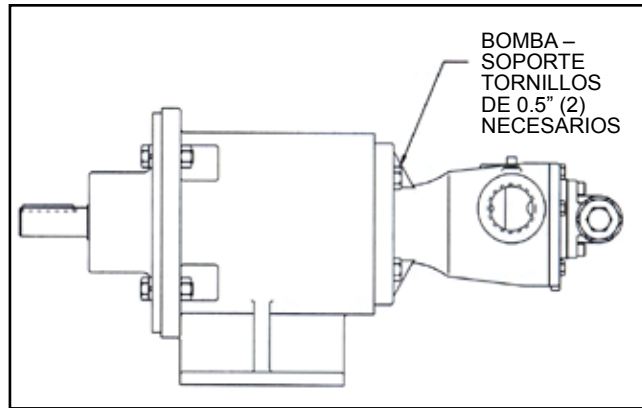

FIGURA 15
1. Retire los tubos hacia los puertos y los tornillos que sujetan la bomba al soporte (Ver Figura 15). Sostenga la bomba con un gancho de elevación, si es posible.